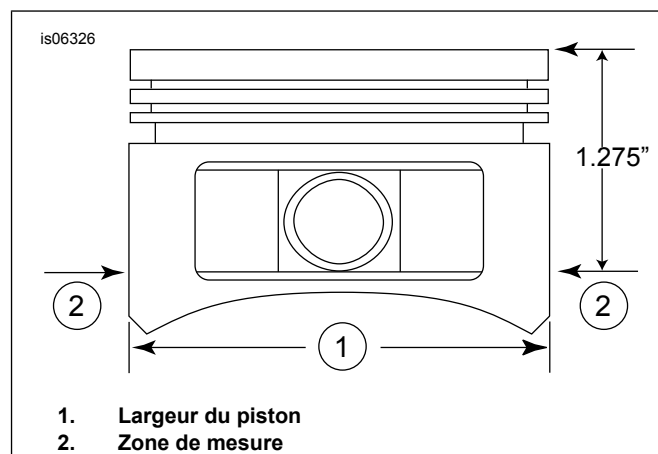

Figure 2. Mesures du piston
5. Voir la Figure 2. Mesurer la largeur du piston (1), 90 degrés horizontalement à partir des deux côtés du trou de l'axe de piston et 1,275 po (32,385 mm) vers le bas à partir de la surface plane (partie supérieure) du piston (2). Voir Tableau 11 pour les ajustements piston-cylindre à cet endroit.